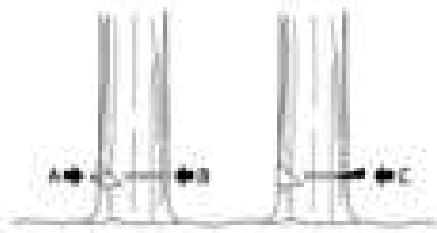

Рис.12
Начните распиливать обрабатываемый материал от противоположной стороны до метки (A) с горизонтальным распилом (C), на 4 см выше чем метка распила (A) (см. рис. 12).